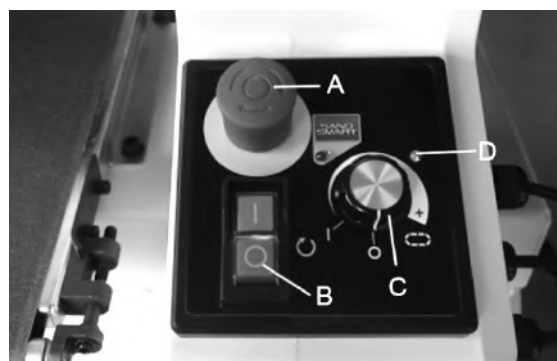

Figure 9-1: Panneau de commande
2. Déverrouillez l'arrêt d'urgence (A, Figure 9-1) en tournant le bouton rouge dans le sens des aiguilles d'une montre ou en le tirant vers le haut.